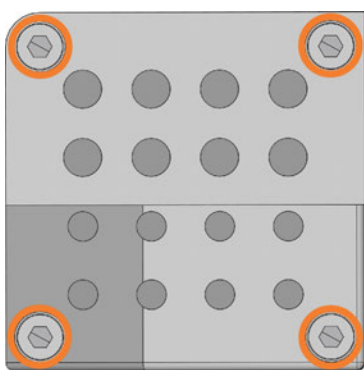
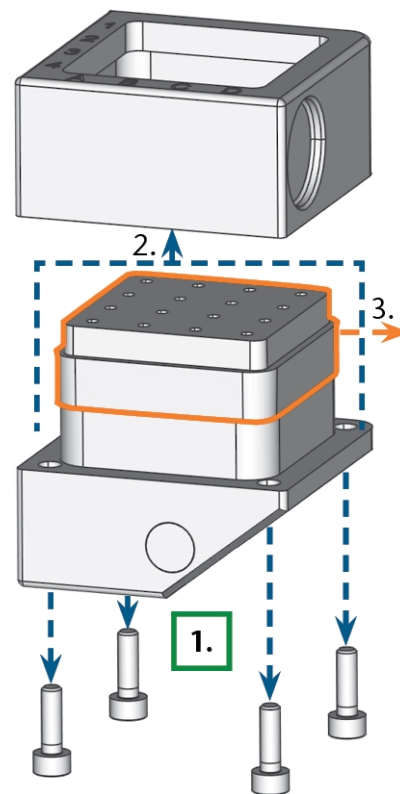

FIG. 90 – LES 4 VIS SUR LA FACE INFÉRIEURE DU MAGASIN D'OUTILS (MARQUÉ EN ORANGE)
FIG. 91 – DÉMONTER LE MAGASIN D'OUTILS ET RETIRER L'INSERT
5. Dévissez les 4 vis sur la face inférieure du magasin d'outils (☞ Fig. 90 – bas, ☞ Fig. 91 – bas, étape 1).
6. Soulever le couvercle du magasin (☞ Fig. 91 – bas, étape 2).
7. Retirez l'insert du magasin d'outils existant (☞ Fig. 91 – bas, étape 3) et remplacez-le par un nouveau.